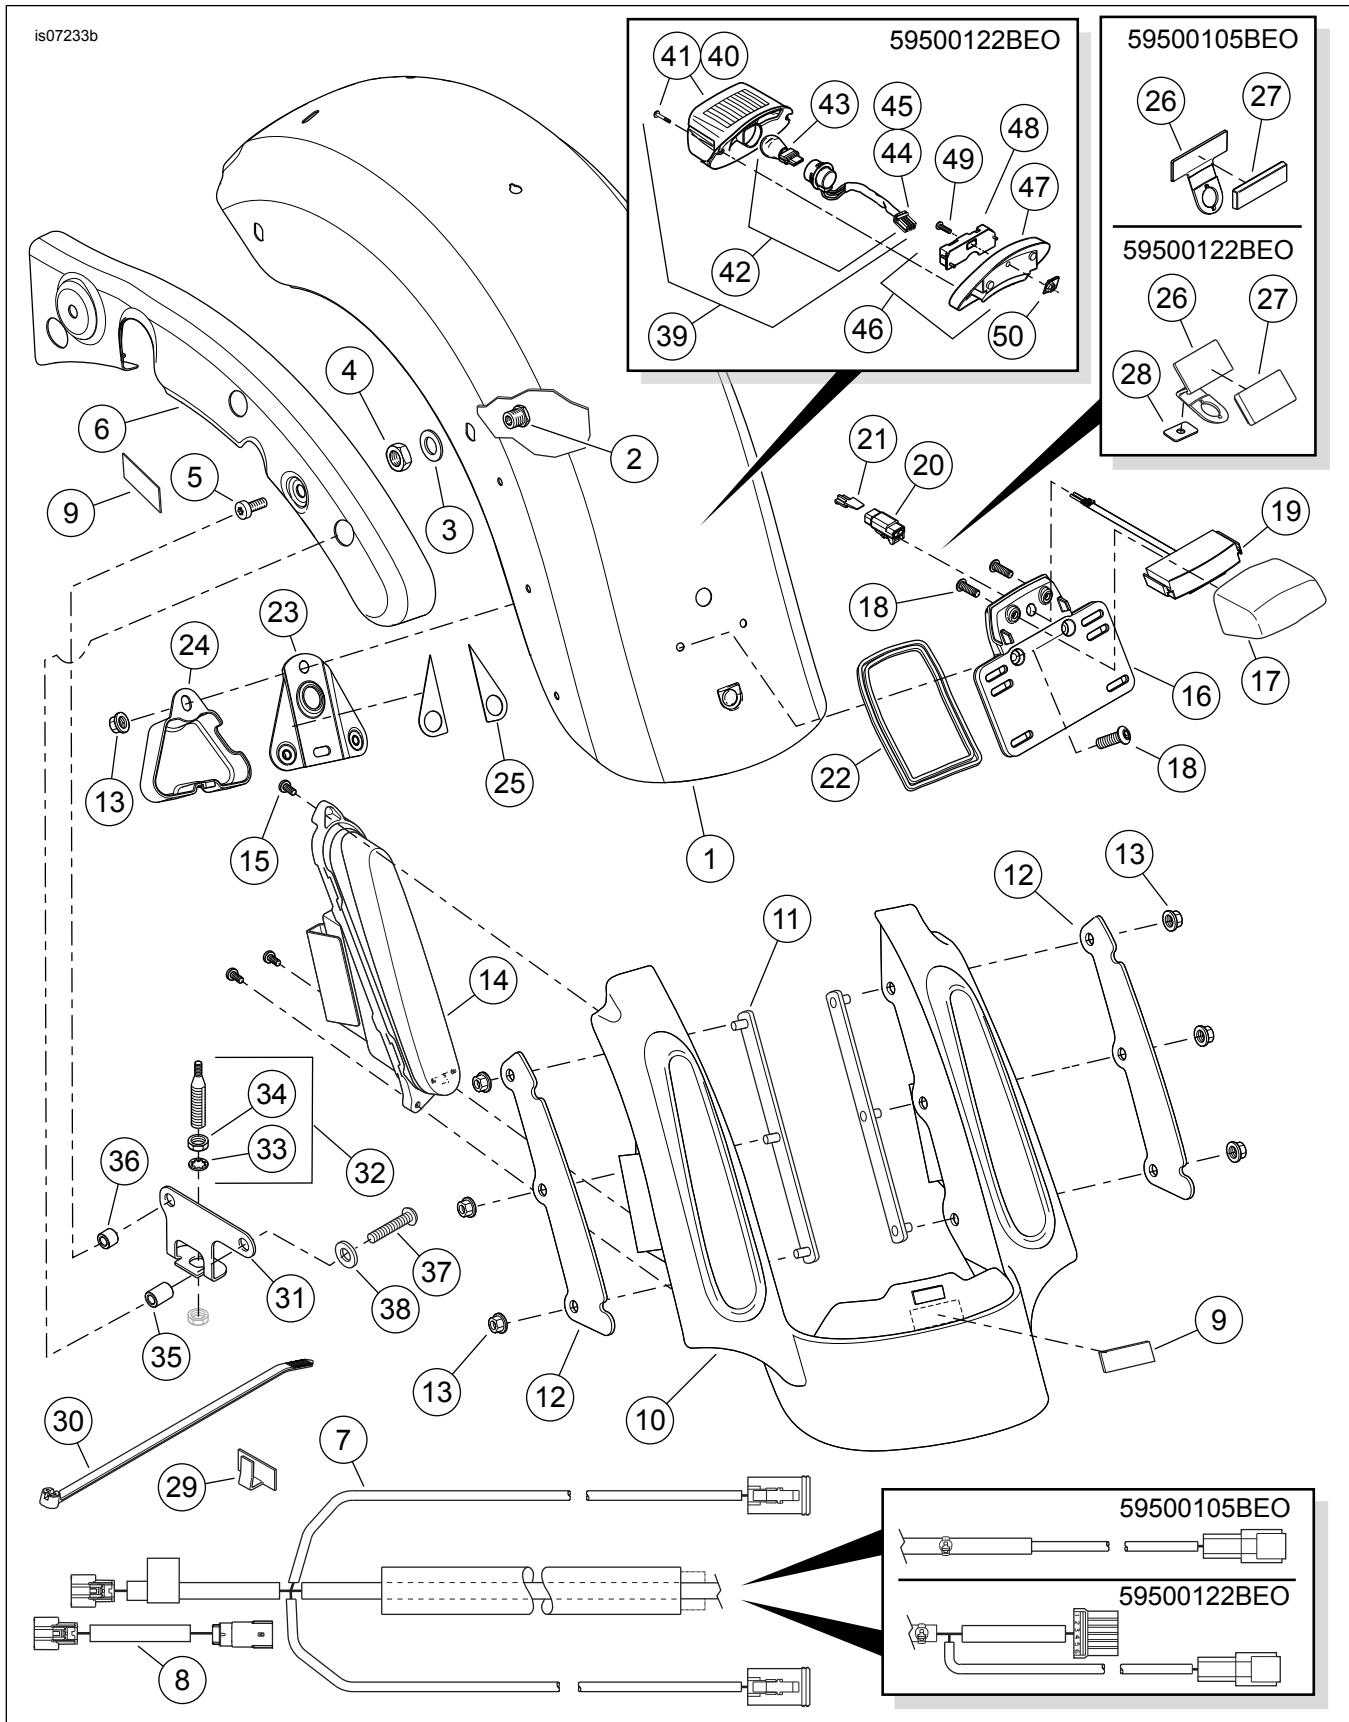

Abbildung 6. Ersatzteile, FL Touring Hinterradschutzblechsätze in CVO-Ausführung
1. Siehe Abbildung 6. Das Antennenkabel vom Antennensockel abklemmen.
12. Die Antennenmastbaugruppe auf den Antennensockeladapter (31) schrauben.
2. Siehe Abbildung 6. Vier 5/16-18 x 25,4 mm (1 in) lange Schutzblech-Befestigungsschrauben (5) aus dem Satz bereitlegen. An beiden Seiten je eine Schraube durch die hintere Rahmenschiene in den hintersten Schutzblech-Befestigungsvorsprung lose einbauen.
9. **FLHTCU/SE-Modelle:** Die zuvor ausgebauten Chrom-Schutzblechstützenabdeckungen einbauen. **ALLE Modelle außer FLHTCU/SE:** Siehe Abbildung 6. Die fertig lackierten Schutzblechstützenabdeckungen (6) aus dem Satz einbauen.